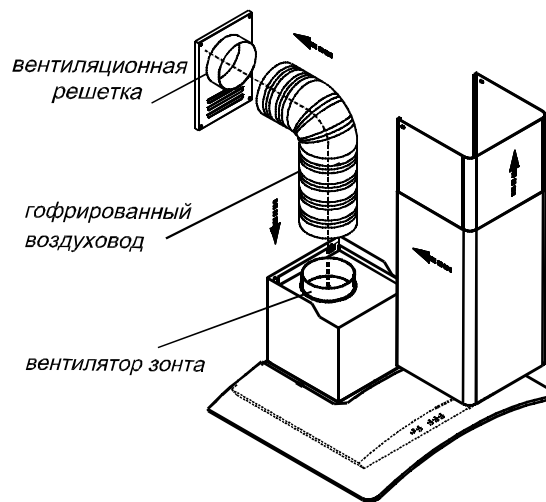
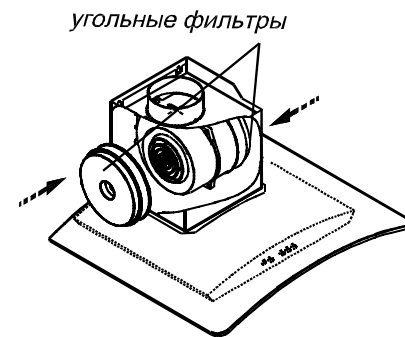
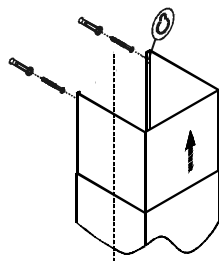

РИС. 8
РИС. 9
РИС. 5
6.5 В зависимости от режима эксплуатации зонта соедините вентилятор с вентиляционной решеткой полужестким гофрированным воздуховодом (рис. 8) или установите на вентилятор **угольные фильтры *** (рис. 9).
Установите фальштрубы (рис. 8).
Установите фальштрубы (рис. 8). Выдвиньте верхнюю фальштрубу и навесьте ее на ввернутые шурупы через отверстие типа “замочная скважина” (рис. 5).
- будьте осторожны при установке фальштруб (рис.8), не повредите поверхности из нержавеющей стали. Их легко поцарапать.
6.3 Крепление верхней фальштрубы для зонтов “Кристалл-50,60”, “Лазурит 60”, “Топаз-50,60”, (рис.5) :